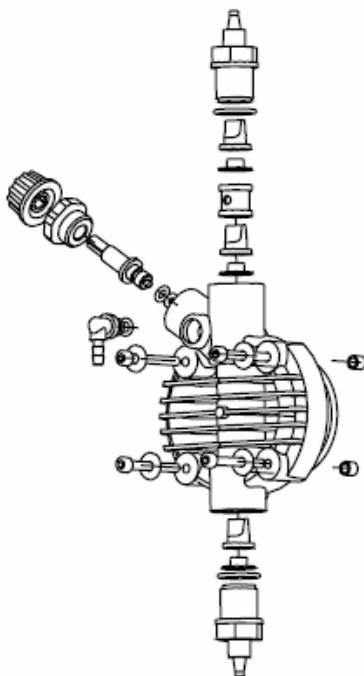

Рис. 10
3. Злити всю дозуючу рідину з голівки насоса. Це можна зробити, від'єднавши насос від системи і перевернувши його догори ногами на 15-30 секунд не під'єднуючи шланги до ніпелів: якщо це неможливо виконати, зніміть головку, відкрутивши 4 кріпильних гвинта. (Рис. 10)
- Концентрацію реагенту в трубопроводі: зниження концентрації може бути викликано зносом клапанів, в разі чого їх необхідно замінити (рис. 10) або засміченням фільтра, який необхідно промити, як описано нижче в п. 3